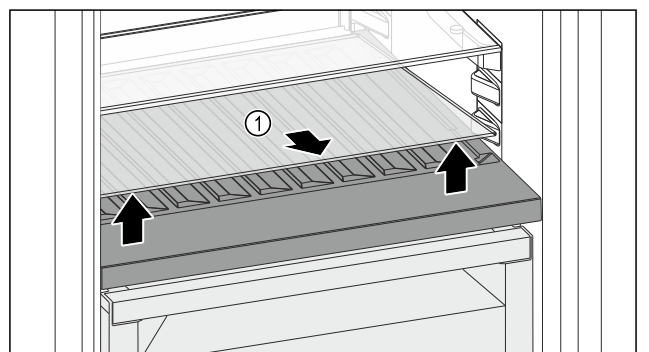

Fig. 124
- Soulever la plaque de verre Fig. 124 (1) au niveau de l'évidement avant et la retirer.
- ▶ Entreposer la plaque de verre *Fig. 124 (1)* dans un endroit sûr hors de l'appareil.